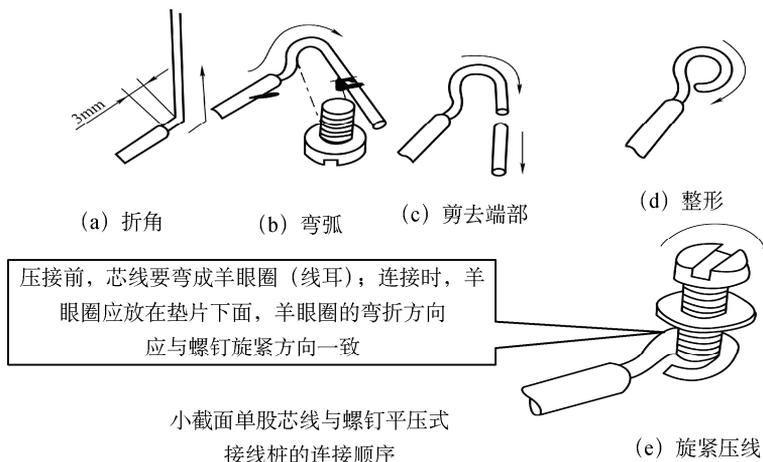

图 1-21 线头与螺钉平压式接线桩的连接
(2) 线头与螺钉平压式接线桩的连接，如图 1-21 所示。